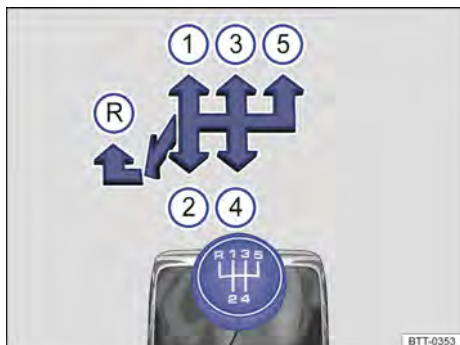
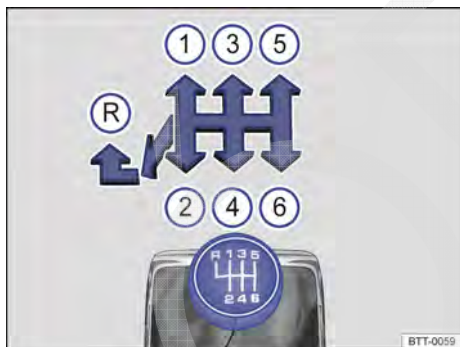

Fig. 148 Esquema de troca de marchas da transmissão manual de 5 marchas.
Fig. 149 Esquema de troca de marchas da transmissão manual de 6 marchas.
As posições de cada marcha estão representadas na alavanca da transmissão → Fig. 148 ou → Fig. 149.
- Empurrar a alavanca da transmissão totalmente para a esquerda e depois para frente até a posição da marcha a ré → Fig. 148 Ⓡ ou → Fig. 149 Ⓡ.